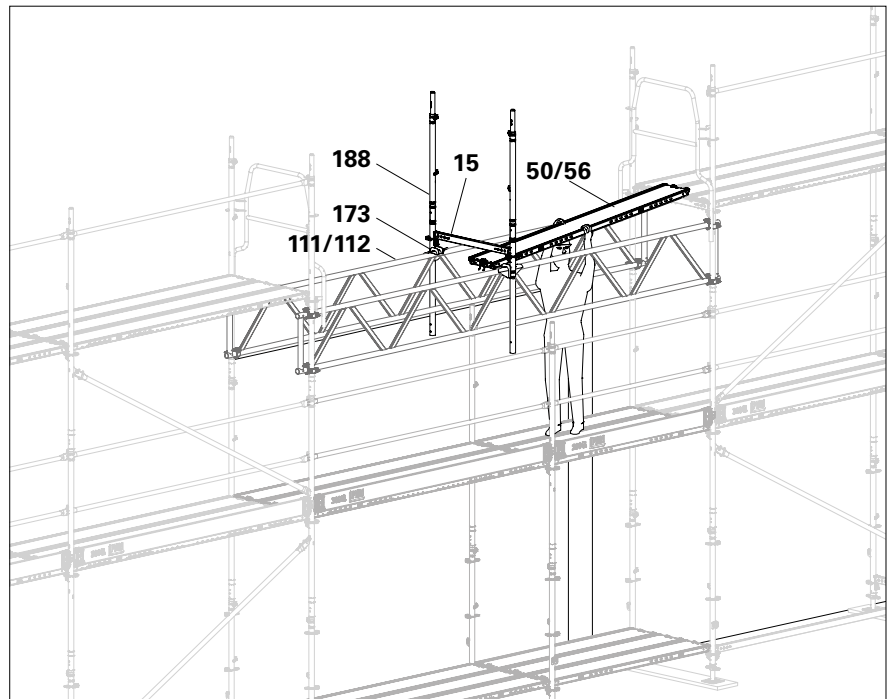

Fig. A13.07
4. Install the decks (**50/56**). (Fig. A13.07)